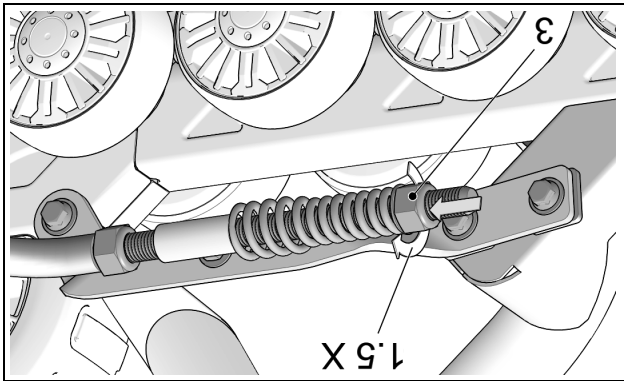

Figure 13
• Tourner l'écrou (3) jusqu'à ce qu'il entre en contact avec le ressort. Comprimer ensuite le ressort en tournant l'écrou de 1,5 tour. Voir la Figure 13.